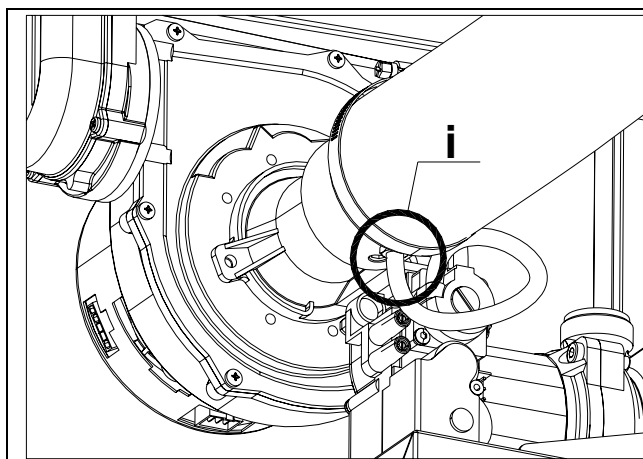

Figura 28
- 7) Scollegare il tubetto in silicone posto sul venturi (vedere Figura 28 a pagina 48), inserirlo su un raccordo a T.